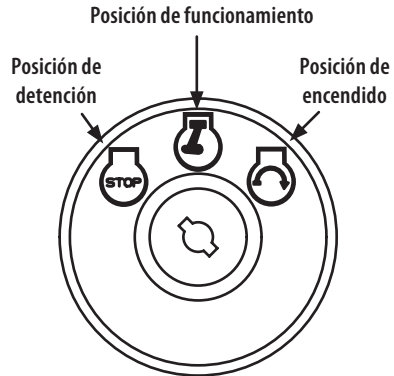

Figura 4
6. Gire la llave de encendido hacia la derecha hasta la posición START  (arranque) (Figura 4). Una vez que arranque el motor, suelte la llave. Volverá a la posición  CORTE NORMAL.